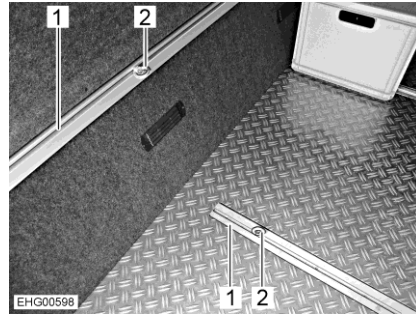

Fig. 3 Ojetes de amarre (garaje trasero)
- Girar el ojete de amarre (Fig. 3,2) media vuelta en sentido contrario a las agujas del reloj. Ahora, el ojete de amarre (Fig. 4) se deja desplazar.
- Desplazar el ojete de amarre a la posición deseada en el riel de amarre (Fig. 3,1).